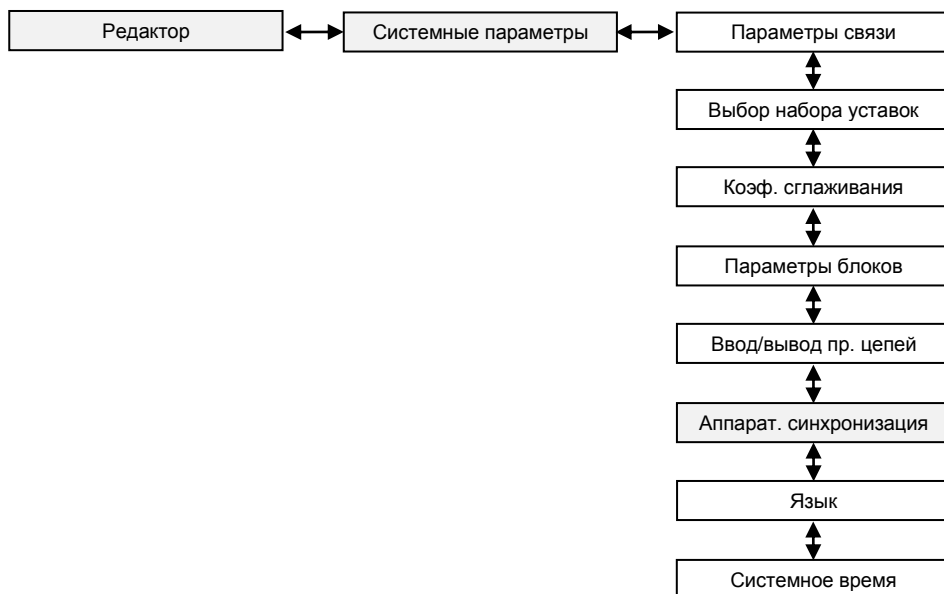

Рисунок 22 – Структура меню **Системные параметры**
3.1.1.2 Выбрать пункт меню **Редактор** -> **Системные параметры** -> **Аппаратная синхронизация** (см. рисунок 22).